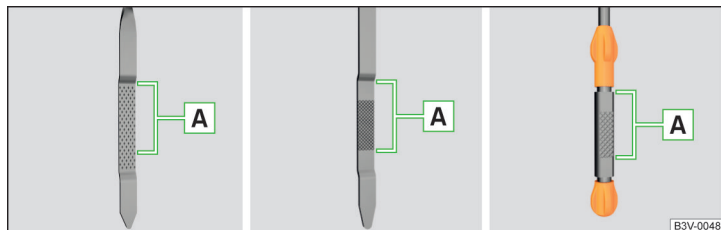

Fig. 227 Modelos de varillas del nivel de aceite
El nivel de aceite tiene que situarse en la zona **A** » fig. 227. Si el nivel de aceite se encuentra por debajo de la zona **A** se debe rellenar aceite.
- El nivel de aceite no debe estar nunca fuera de la zona **A** » fig. 227 - ¡De lo contrario existe riesgo de daños del motor, así como en el sistema de gases de escape!